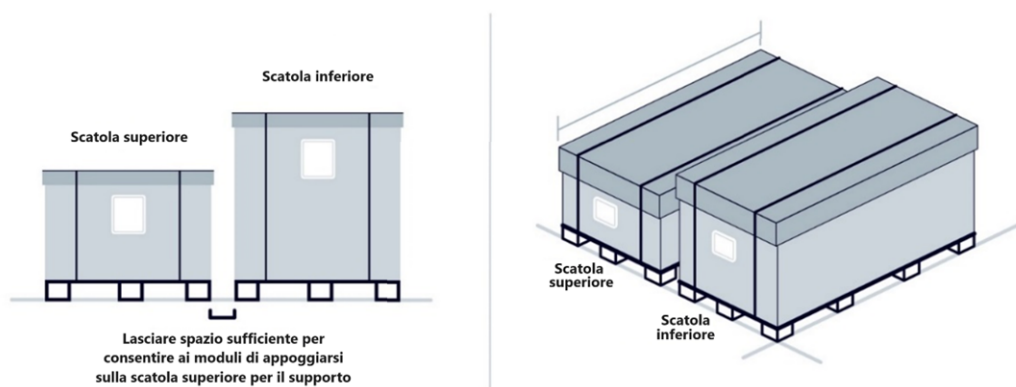

Figura 14: Allineamento corretto delle caselle.
4. Disimpilare la scatola superiore utilizzando strumenti adeguati, come un carrello elevatore, e posizionarla accanto alla scatola inferiore in modo che i due pallet siano allineati sull'estremità lunga (Figura 14).